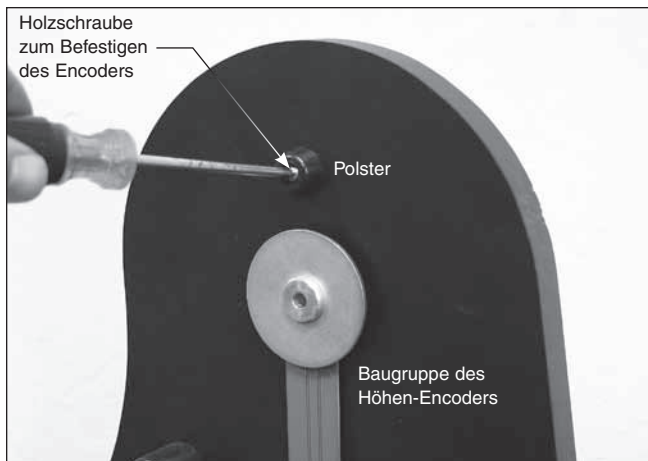

Abbildung 16. Schrauben Sie das Polster mit einer der Holzschrauben zum Befestigen des Encoders in die Pilotbohrung über der Baugruppe des Höhen-Encoders.
18. Über der Baugruppe des Höhen-Encoders befindet sich eine Pilotbohrung. An dieser Stelle wird das Kunststoffpolster (finden Sie im IntelliScope-Bausatz) zum Schutz der Baugruppe des Höhen-Encoders befestigt. Schieben Sie die verbleibende Holzschraube zum Befestigen des Encoders aus dem IntelliScope-Bausatz durch das Polster in die Pilotbohrung, und ziehen Sie sie mit einem Kreuzschlitz-Schraubendreher fest (**Abbildung 16**).